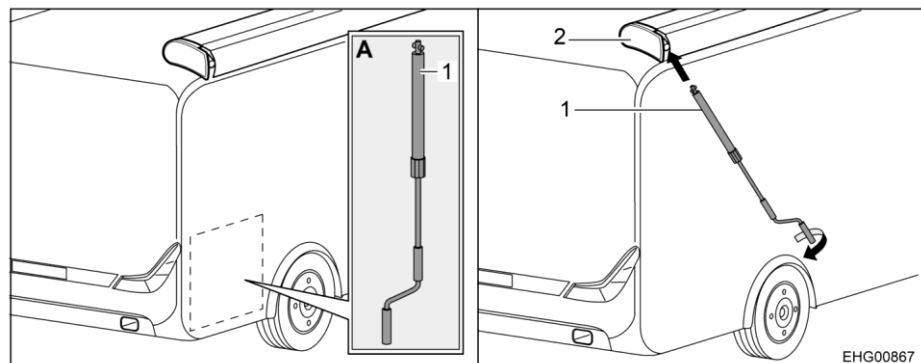

Bild 45 Kurbel anbringen
- Kurbel (Bild 45,1) aus Heckgarage nehmen (Bild 45,A).
- Kurbel in Bajonettfassung (Bild 45,2) der Markise stecken.